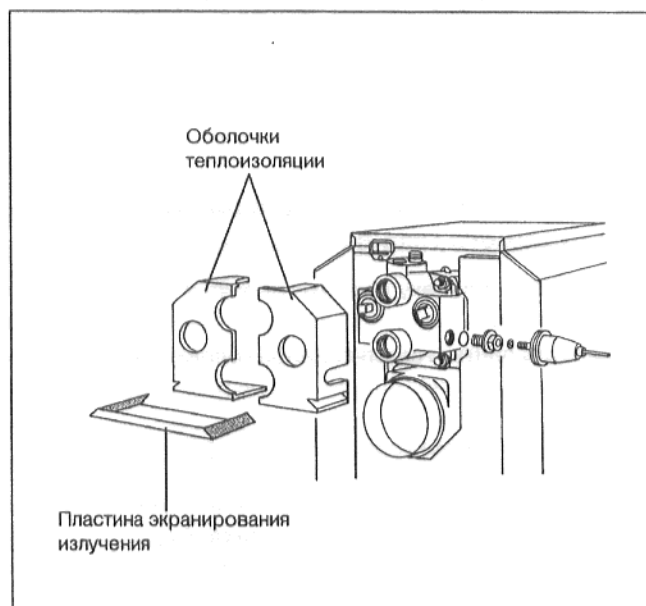

рис. 33
- Надеть обе оболочки теплоизоляции на патрубок подключения (рис. 33).
- Вставить пластину экранирования излучения в соответствии с рис. 33 в раздвоенную направляющую теплоизоляции..